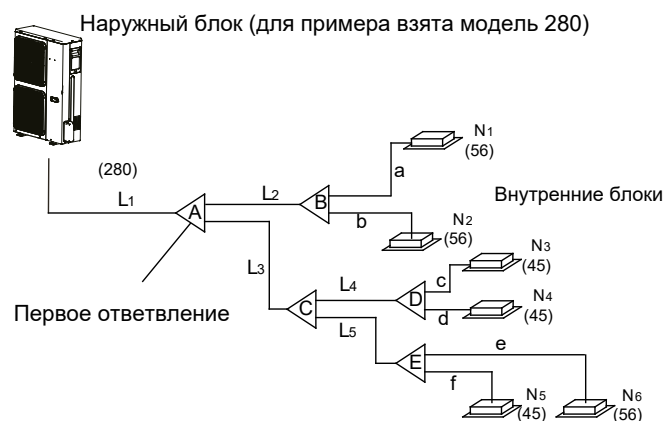

Рис.4-5
- Пример 1: На Рис. 4-5 внутренние блоки за трассой L2, и суммарная мощность составляет $45 \times 2 = 90$, см. Таблицу 4.4, диаметры трасс газообразного/жидкого хладагента L2: 15.9/9.5.